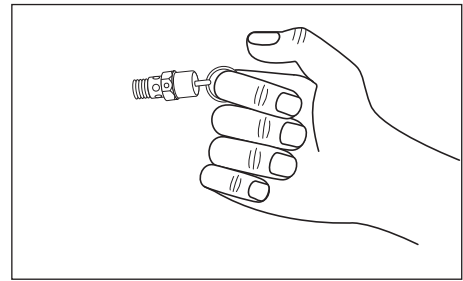

Figure 3 - Soupape de Sûreté ASME
2. Tout en portant des lunettes de protection, tirez sur l'anneau de la soupape de sécurité (voir la figure 3) pour libérer la pression du réservoir du compresseur. Utilisez votre autre main pour éviter que l'air se déplaçant à haute vitesse soit dirigé vers votre visage.